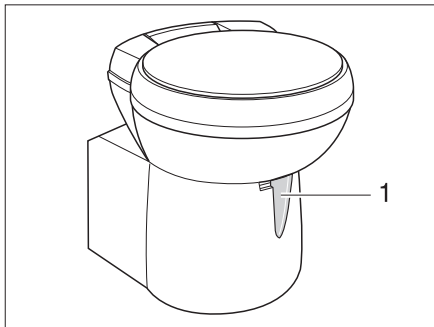

Bild 103 Thetford-toalettskål, svängbar
- ▶ Öppna spjället på Thetford-toaletten före spolning. Därtill skjuts spjällspaken (Bild 103,1) motsols.
- ▶ Öppna spjället. Därtill skjuts spjällspaken (Bild 103,1) motsols.
- ▶ Skjut spjällspaken (Bild 103,1) medurs. Spjället stängs.